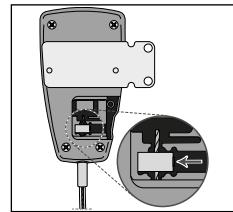

Fig. 9
11. Skjut kabeländblocket tillbaka över den inre stålkabeln och placera ändblocket tillbaka i motsvarande spår i satelliten (**se fig. 9**).